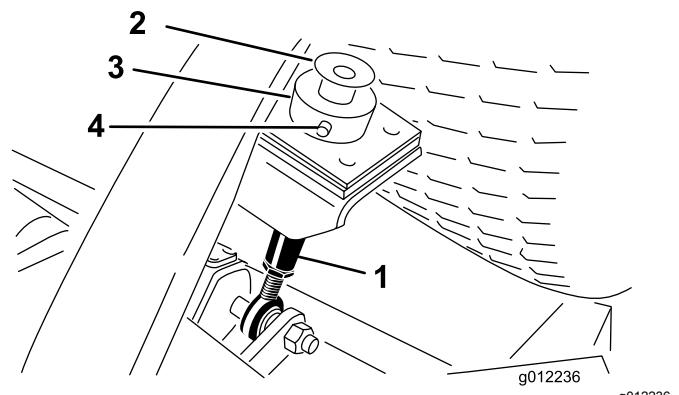

Bild 21
2. Nehmen Sie die Schraube und die Scheibe ab, die oben an jeder Schnithöhenstange befestigt ist (Bild 21).
3. Nehmen Sie den Lastösenbolzen und den Splint ab, mit denen der Schnithöhenstellring hinten am Mähwerk an der Schnithöhenstange befestigt ist (Bild 21). Nehmen Sie den Schnithöhenstellring ab.